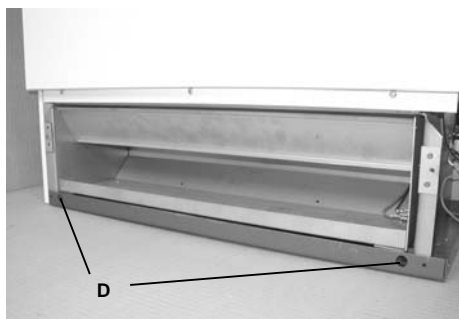

Fig.1 Démontez le tiroir du ventilateur
- Démontage du tiroir du ventilateur (Fig.1): Pour démonter le tiroir du ventilateur, défaisiez les vis (D) à gauche et à droite, les dévissez d'env. 15mm et les renforcez. Retirez le câble de branchement du ventilateur et le tiroir.
Pour le remontage, replacez le câble de branchement dans l'espace latéral du panneau de commutation et resserez à fond les deux vis (D, Fig.1). Veillez à ce que le tiroir ne soit pas trop dégagé à l'avant au-dessus de la plaque de fond de l'appareil.